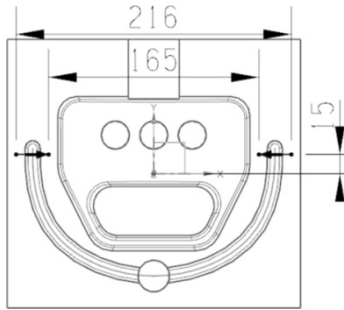

图 16-46 绘制截面
(9) 单击“流道”按钮，创建分流道，截面尺寸如图 16-46 所示。